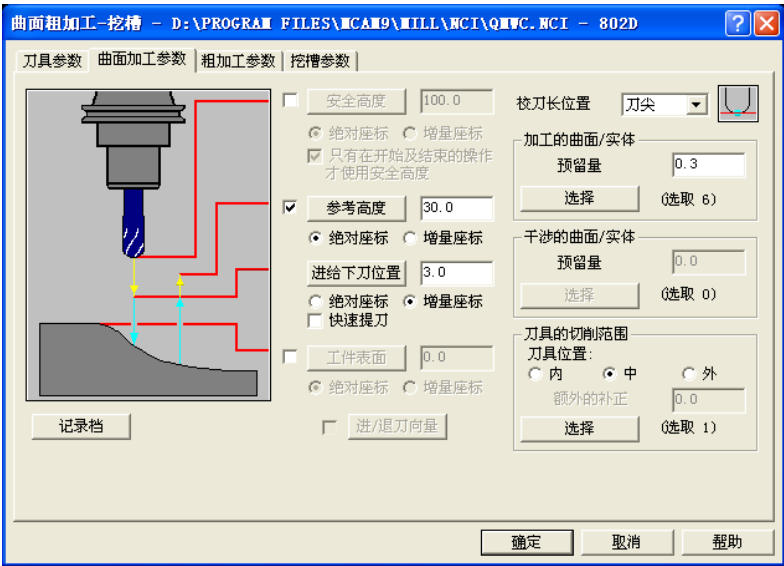
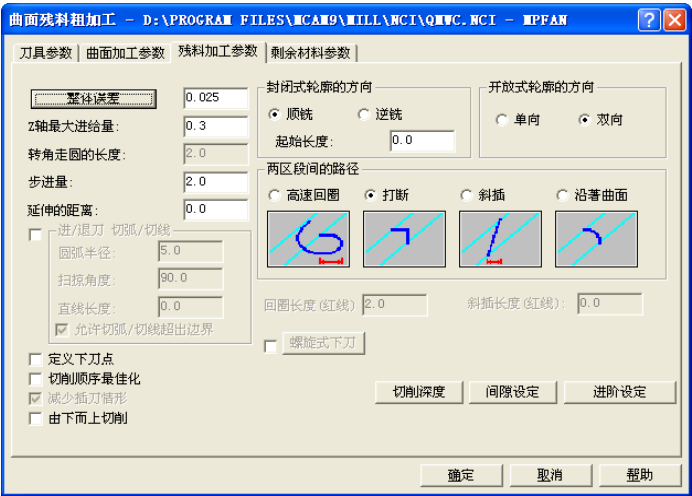

图 1-46 曲面加工参数
图 1-53 残料加工参数
4) 在“曲面加工参数”选项卡中设定参考高度: 30.0、进给下刀位置: 3.0, 点选“增量坐标”, 加工的曲面/实体预留量: 0.3, 选择所有的曲面, 刀具的切削范围中刀具位置点选“中”, 选择刚才绘制的 120mm×80mm 矩形, 其余默认, 如图 1-46 所示。
- 3) “曲面加工参数”选项卡与例 1-8 相同，详见图 1-46。在“残料加工参数”选项卡中输入 Z 轴最大进给量：0.3、步进量：2.0，切削深度参数与例 1-8 相同，其余默认，如图 1-53 所示。